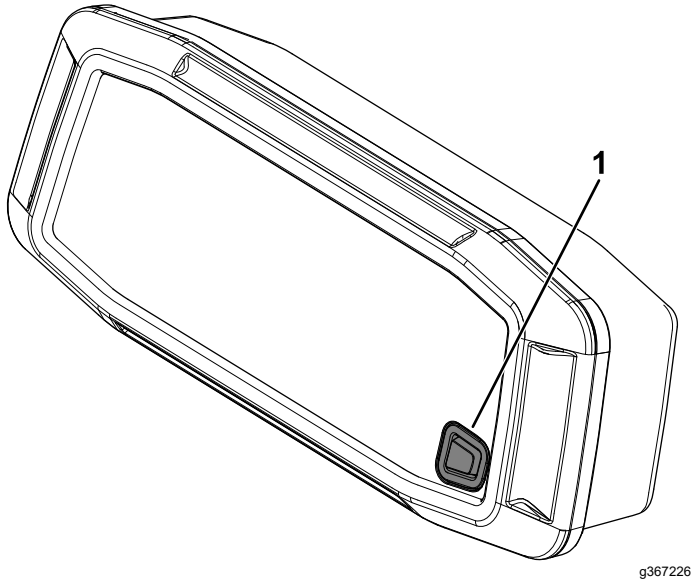

Bild 85
1. Drücken Sie die Taste (Bild 85) und halten Sie sie mindestens zehn Sekunden lang gedrückt.